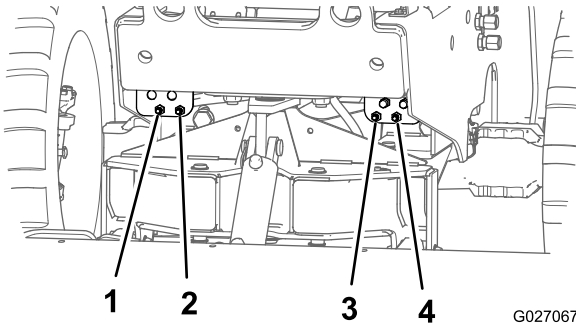

Figura 39
1. Retire los tapones de los pasamuros interior y exterior del panel hidráulico derecho (Figura 39).